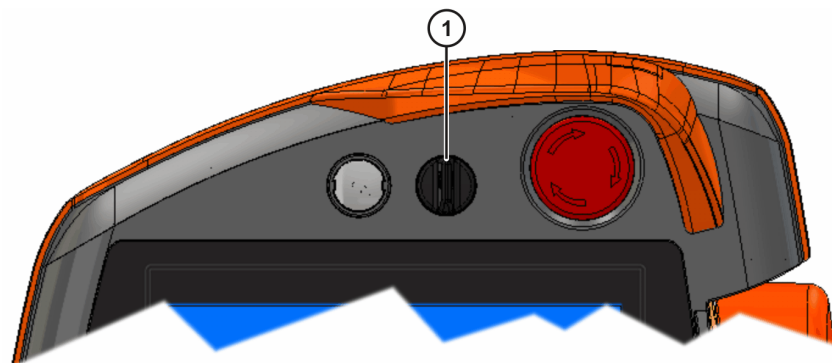

Fig. 5-1: Interrupteur à clé
3. Mettre l'interrupteur à clé (>>> Fig. 5-1) en position **Service** (symbole : cadenas ouvert).